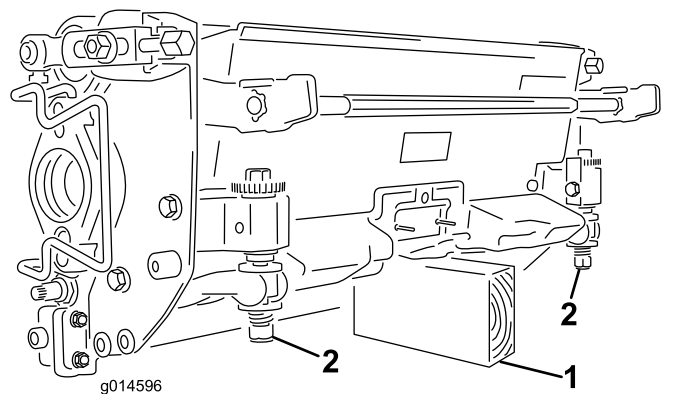

Figure 63
**Important:** Chaque fois que vous devez basculer l'unité de coupe, soutenez-la à l'arrière pour empêcher les écrous situés sur les vis de réglage de la barre d'appui de reposer sur la surface de travail (Figure 63).